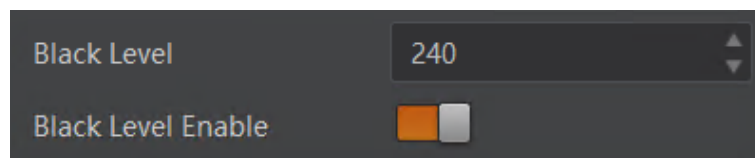

图7-20 黑电平设置
2. 在 *Black Level* 参数中输入需要设置的数值，如图 7-20 所示。